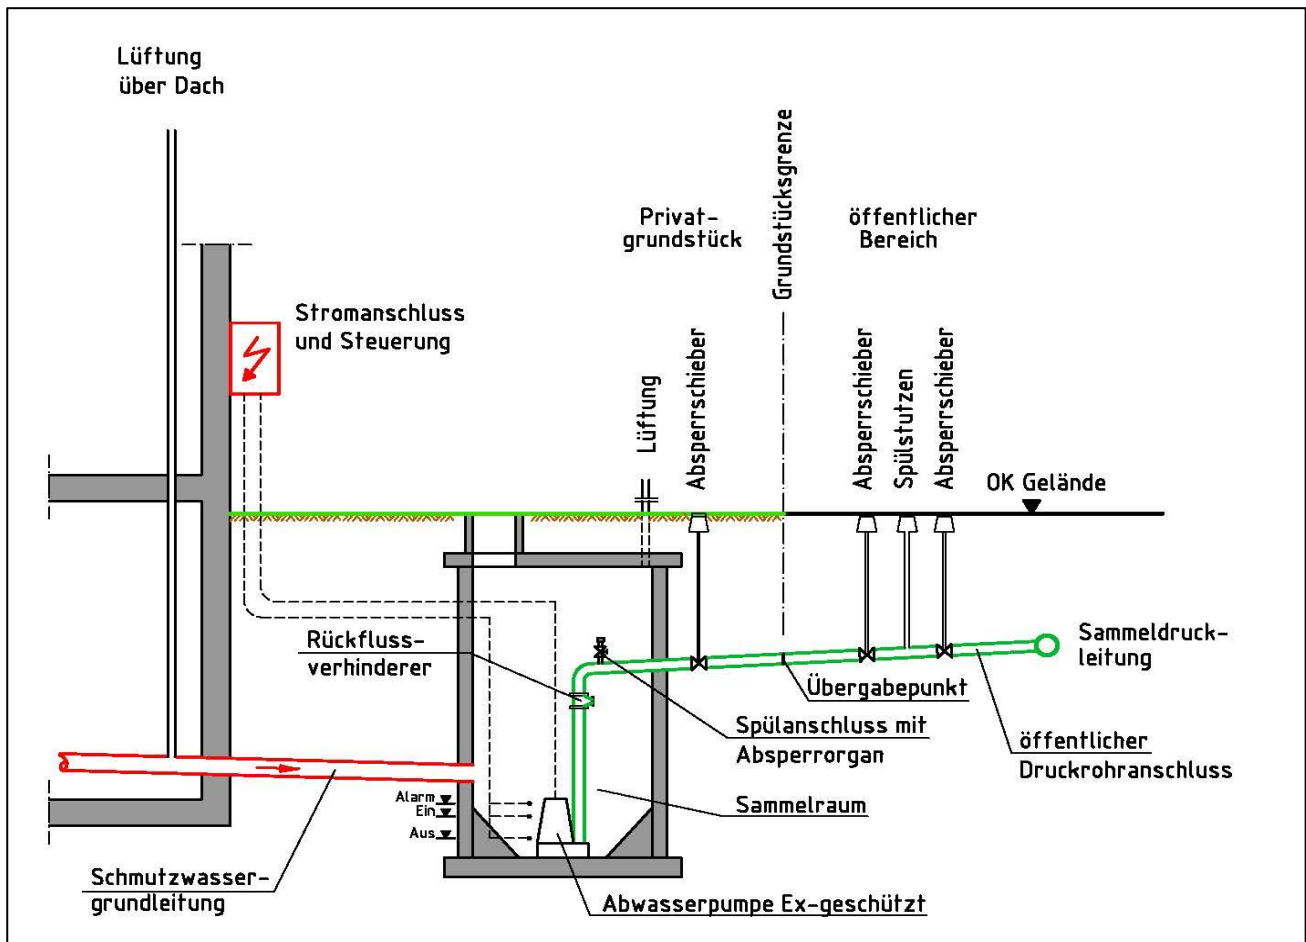

Abbildung 1: Schema eines Hausanschlusses der Druckentwässerung
- | Anschlussleitung als Druckleitung bis zum öffentlichen Übergabepunkt an der Grundstücksgrenze (siehe Abbildung 1)